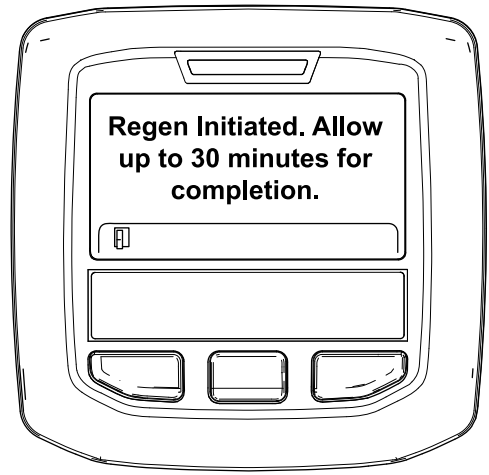

図 40
- 再生許可の場合には Regen Initiated 再生を開始しましたと表示。再生が終了するまで、最大 30 分間が必要。終了まで待つ 図 40。